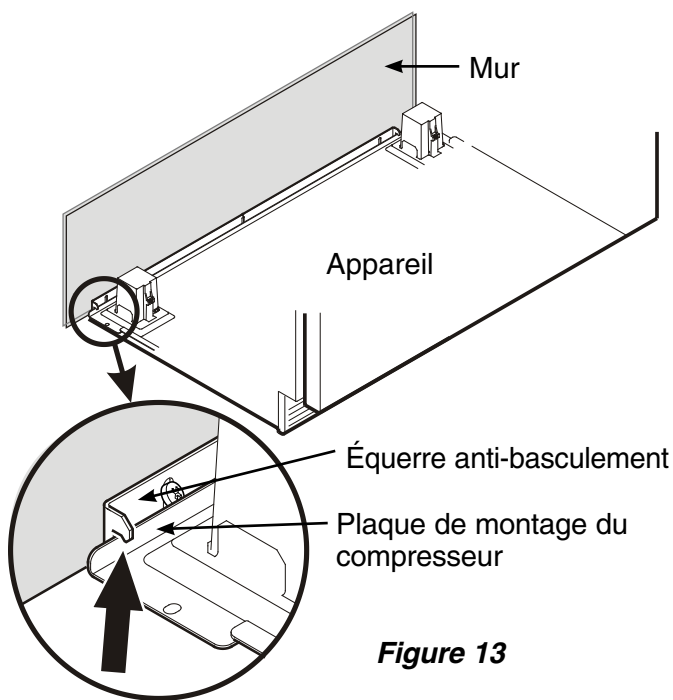

Figure 13
4. Pousser lentement l'appareil vers le mur arrière jusqu'à ce que la plaque de montage du compresseur soit en contact avec l'équerre antibascullement (**Figure 13**).
Afin d'éviter que l'appareil ne bascule vers l'avant, la plaque de montage du compresseur doit être en contact avec l'équerre antibascullement (**Figure 13**).